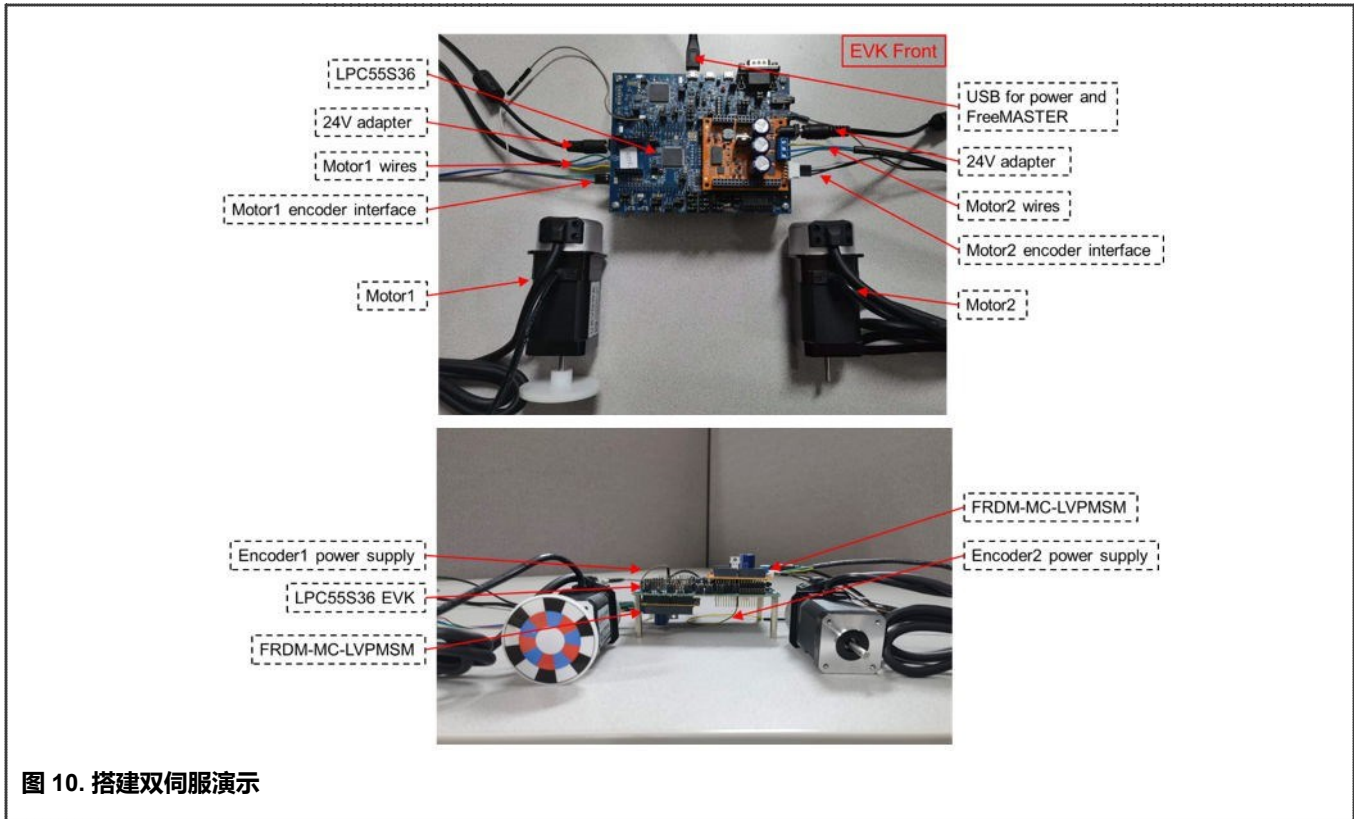

图 10. 搭建双伺服演示
1. 根据图 10，通过 Arduino 接口将 LPCXpresso55S36 和 FRDM-MC-LVPMSM 电路板插在一起，连接电机线和编码器接口。